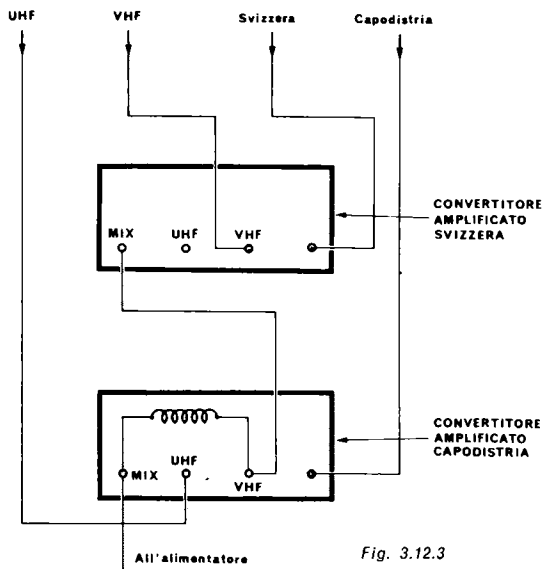

Fig. 3.12.3
**Ricezione di 2 programmi stranieri in conversione** - Come si può rilevare dalla cartina di fig. 3.12. a, vi sono alcune regioni dell'Italia centro-settentrionale dove si possono ricevere contemporaneamente i 2 programmi stranieri della Svizzera e di Capodistria, in conversione. Lo schema dei collegamenti più usati è rappresentato in fig. 3.12.3